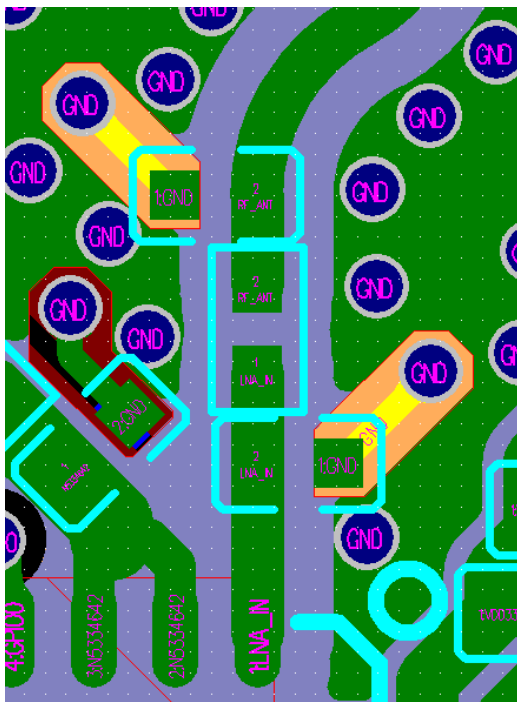

图 19: ESP32C3 系列芯片四层板射频短截线设计
- $\pi$  型匹配网络中的两颗并联电容与接地之间建议增加短截线，可有效抑制二次谐波。短截线的长度建议为 15 mil，宽度根据 PCB 叠层结构进行确定，确保短截线的特征阻抗为  $100\ \Omega \pm 10\%$ 。此外，短截线地孔与第三层或第四层相连，其余层做 keep-out 隔离。如果 PCB 空间受限，可以只在靠近天线的并联电容处增加短截线。图 19 中的高亮走线即为短截线。